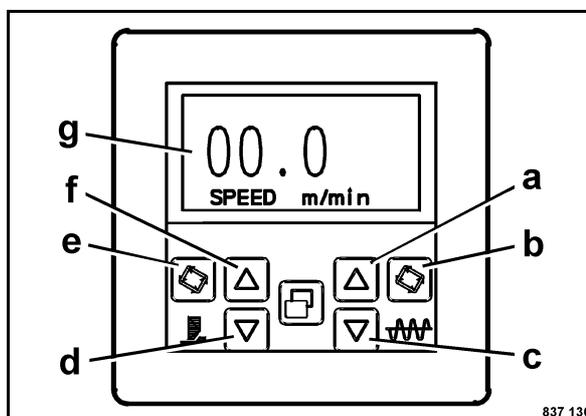

Fig. 121
- Impostare la frequenza dei costipatori con i tasti f e d (Fig. 121).